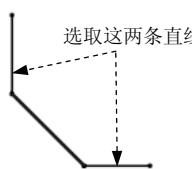

图 5.6.15 “对称”类型倒斜角
**Step 2** 定义倒斜角曲线。单击选取图 5.6.15 所示的两条直线，并选中 **修剪输入曲线** 复选框。